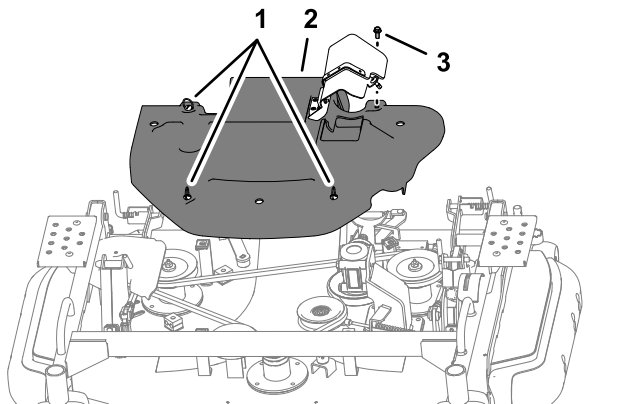

Figura 116
3. Instale el perno en la cubierta de la correa al clip de la tuerca de la carcasa de corte; consulte la Figura 116 en Retirada de la cubierta de la correa (página 78).
1. Gire las 3 fijaciones de cuarto de giro en sentido antihorario (Figura 116).
2. Afloje el perno (Figura 116).
1. Alinee las fijaciones de cuarto de giro de la cubierta de la correa con las tuercas de clip de la carcasa de corte; consulte la Figura 116 en Retirada de la cubierta de la correa (página 78).